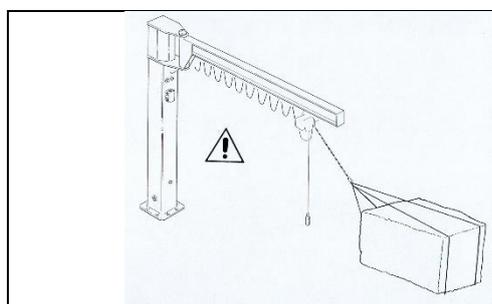

fig. 75
- **Nelle manovre di sollevamento** l'operatore dovrà evitare di appoggiare il gancio a terra o sui carichi da sollevare, per non procurare il bando della catena. L'operatore dovrà tassativamente evitare di effettuare tiri obliqui con la catena, che risultano essere sempre pericolosi e mal controllabili (fig. 75).